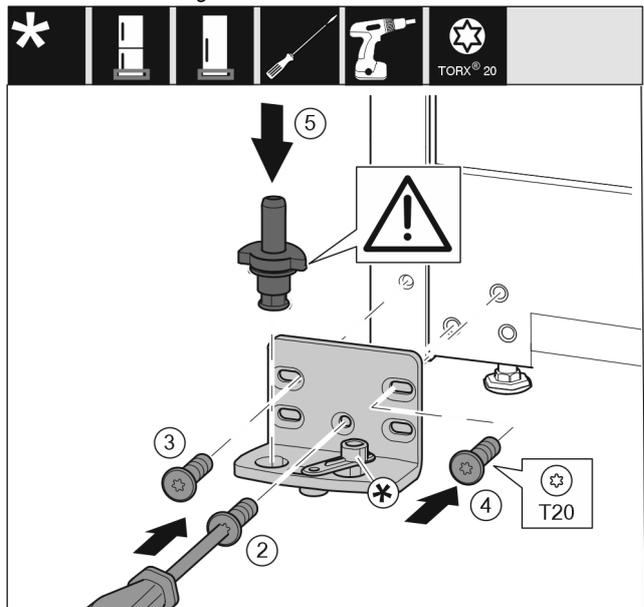

Fig. 36
- ▶ Monter lagerbukken på den andre siden, og skru den på med en skrutrekker T20. Begynn med skruen 2 nederst i midten. Fig. 36 (2)
- ▶ Skru fast skruen 3 og 4. Fig. 36 (3,4)
- ▶ Sett lagerbolten fullstendig på. Pass samtidig på at låsebolten peker bakover. Fig. 36 (5)
- ▶ Monter lagerbukken på den andre siden, og skru den på med en skrutrekker T20. Begynn med skruen 2 nederst i midten. (2)*
- ▶ Drei lukkedemperforbindelsen 180°. Skru den på på andre siden av lagerbukken med skrutrekker T20. (5)*
- ▶ Sett lagerbolten fullstendig på. Pass samtidig på at låsebolten peker bakover. (6)*